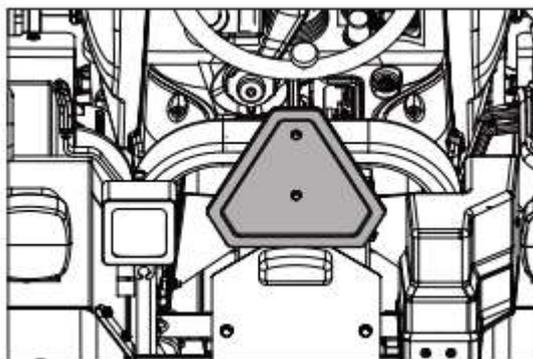

Рис. 2.32
- Убедитесь в том, что трактор и навесное оборудование оснащены знаками тихоходного транспортного средства, если этого требует закон, а также убедитесь в том, что груз не заслоняет собой предупредительные или транспортные огни (рис.2.32).